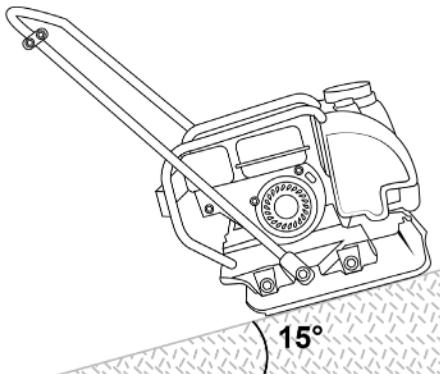

Рис. 15 Максимальный угол наклона виброплиты
10. Будьте предельно внимательны при работе на склонах. Максимальный угол наклона не должен превышать 15° (Рис. 15). Угол наклона измеряется, когда виброплиты стоит на твердой ровной поверхности и бак заполнен топливом.